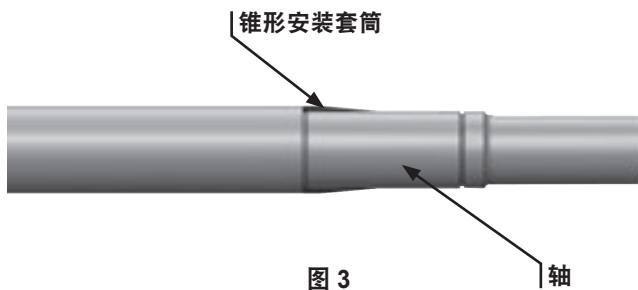

图 3
3. 将锥形安装套管放置到转轴上。在转轴、锥形安装套管和集装式密封套管内径中的 O 型环上涂抹少量轻油。参见图 3。